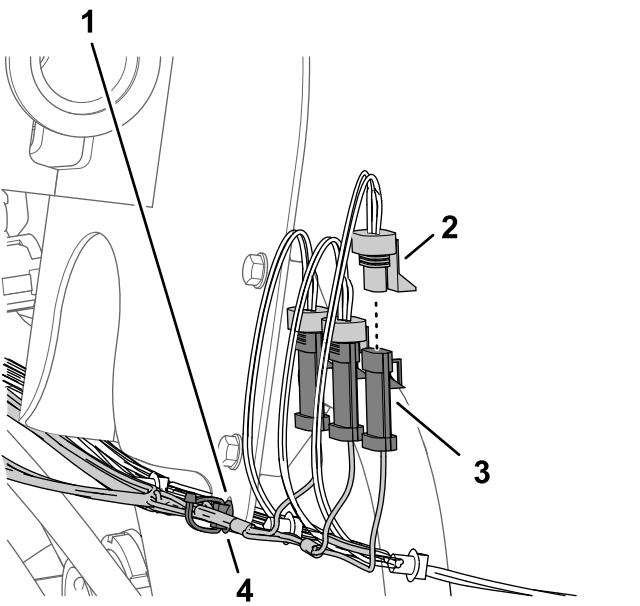

图86
1. 将标有左喷洒的 89cm 线束支管的 3 针接头连接至标有左喷洒阀的机器线束 3 插槽接头 图86。
2. 将标有中间喷洒的套件线束 3 针接头连接至标有中间喷洒阀的机器线束 3 插槽接头图86。
3. 将标有右喷洒的套件线束 3 针接头连接至标有右喷洒阀的机器线束 3 插槽接头图86。
4. 将套件线束的压入式紧固件插入流量计支架法兰的孔中图86。